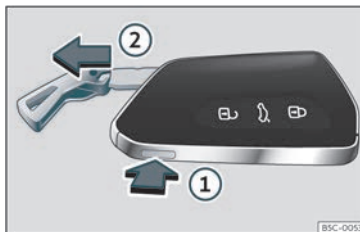

Fig. 67 Chave do vehículo: extraer o espadín.
- Se preme unha vez o botón»» fig. 67 ① desbloquéase o espadín e aparece unha argola a modo de chaveiro.
- Manteña premido o botón ① e ao mesmo tempo tire da argola na dirección da frecha »» fig. 67 ② para extraer completamente o espadín.